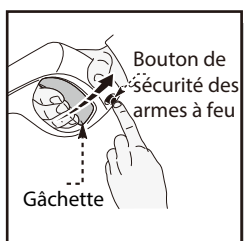

Fig. 14
- Relâchez le bouton de sécurité sur le pistolet en mouvant le bouton de droite à gauche. (Figure 14) Dirigez le pistolet dans une direction sûre, appuyez sur la gâchette du pistolet jusqu'à avoir un jet constant d'eau, en laissant sortir l'eau et l'air du tuyau.